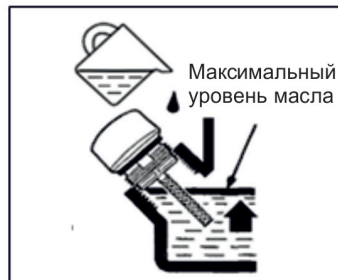

Рис. 7
3. Через маслозаливную горловину залейте моторное масло в картер двигателя до уровня нижней кромки маслозаливной горловины (рис. 7);